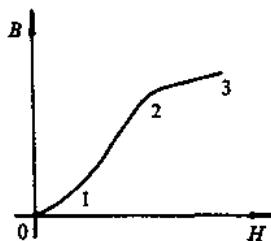

图 1—2 磁化曲线
(1) 磁化曲线：磁化曲线简记为  $B-H$  曲线，是用图形来表示某种铁磁材料在磁化过程中磁场强度 ( $H$ ) 与磁感应强度 ( $B$ ) 之间的关系。图 1—2 为某种铁磁材料的基本磁化曲线。从图中可见， $B$  与  $H$  之间呈非线性关系，只有在曲线的 1—2 段才是近似的线性关系，曲线的起始和终止部分均呈非线性关系。在磁记录技术中，利用曲线近似线性的部分。